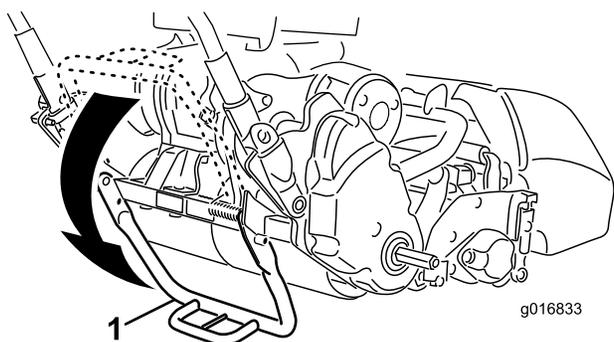

Рисунок 9
1. Ногой отожмите вниз среднюю часть откидной опоры и вытяните вверх опору рукоятки, чтобы откидная опора выдвинулась вперед относительно своего центрального положения (Рисунок 9).